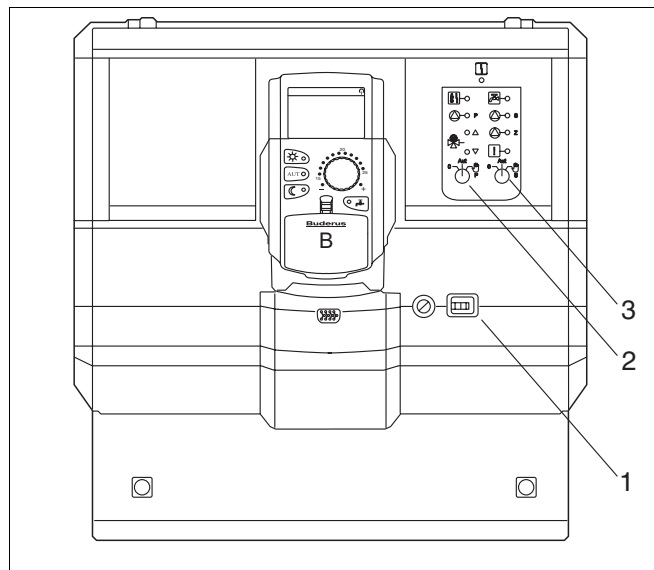

Рис. 2 Logamatic 4116
- Включите систему управления пусковым выключателем (рис. 2, поз. 1).
- Для первичного контура (рис. 2, поз. 2) установите переключатель
- Для вторичного контура (рис. 2, поз. 3) установите переключатель